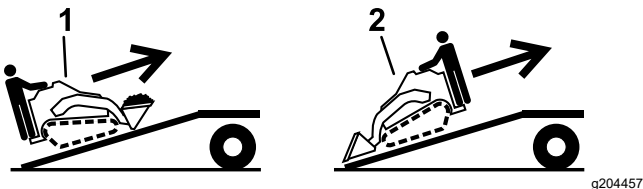

Bild 26
5. Fahren Sie beim Verladen auf den Anhänger mit dem schweren Ende der Maschine auf die Rampe und befördern Sie Lasten niedrig (**Bild 26**).